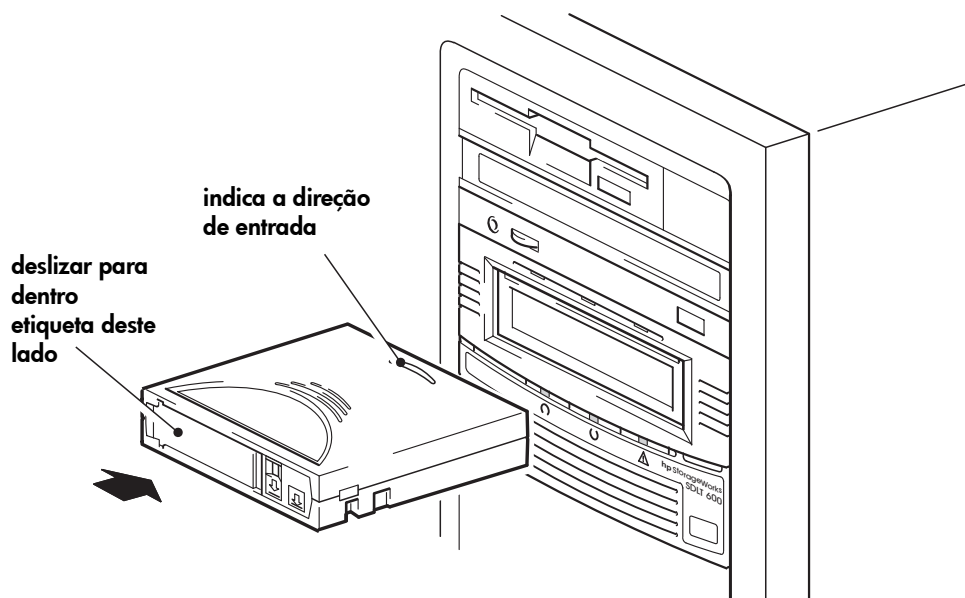

Figura 9a: carregar um cartucho
- 1 Insira o cartucho no slot, na parte frontal da unidade, com a marcação voltada para cima e na direção da porta da unidade. Pressione suavemente até a unidade segurar o cartucho e carregá-lo. (Veja a Figura 9a.)